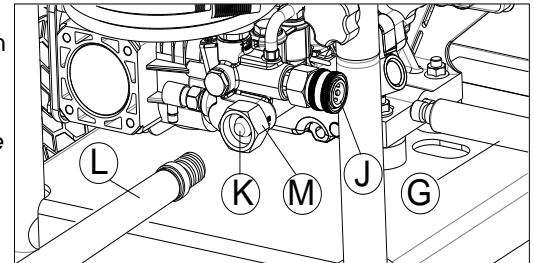

Fig. 8
2. De la misma manera, conecte el otro extremo de la manguera a alta presión (G), a la salida de alta presión (J) de la bomba. Hale el collar de la conexión rápida, deslícelo en la bomba y suelte el collar. Hale la manguera para asegurarse que esta bien conectada. (See Fig. 8)
1. Examine el filtro de entrada de la manguera de jardín (K) para determinar si presenta daños. (See Fig. 8)
3. Deje correr agua fría por la manguera de riego (L) durante 30 segundos para limpiar cualquier posible resto. Manguera de jardín no debe superar los 15 m (50 pies) longitud. Interrumpa la alimentación de agua y conecte la manguera de jardín a la entrada manguera de agua (M). Apriete con la mano. (See Fig. 8)